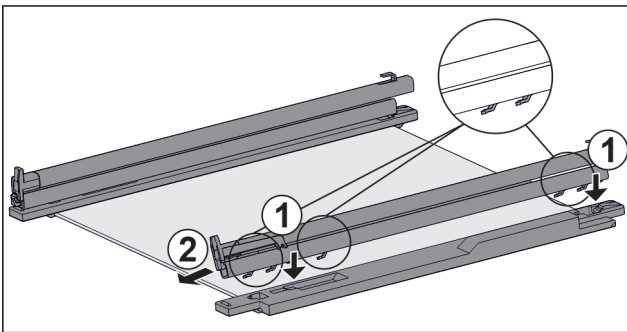

Fig. 63 Glasplaat met rails en vasthouddelen
- ▶ Haken van de rail op de openingen van het **linker** vasthouddel plaatsen. Fig. 63 (1)
- ▶ Rail naar voren trekken. Fig. 63 (2)
- ▶ Haken van de rail op de openingen van het **rechter** vasthouddel plaatsen. Fig. 63 (1)